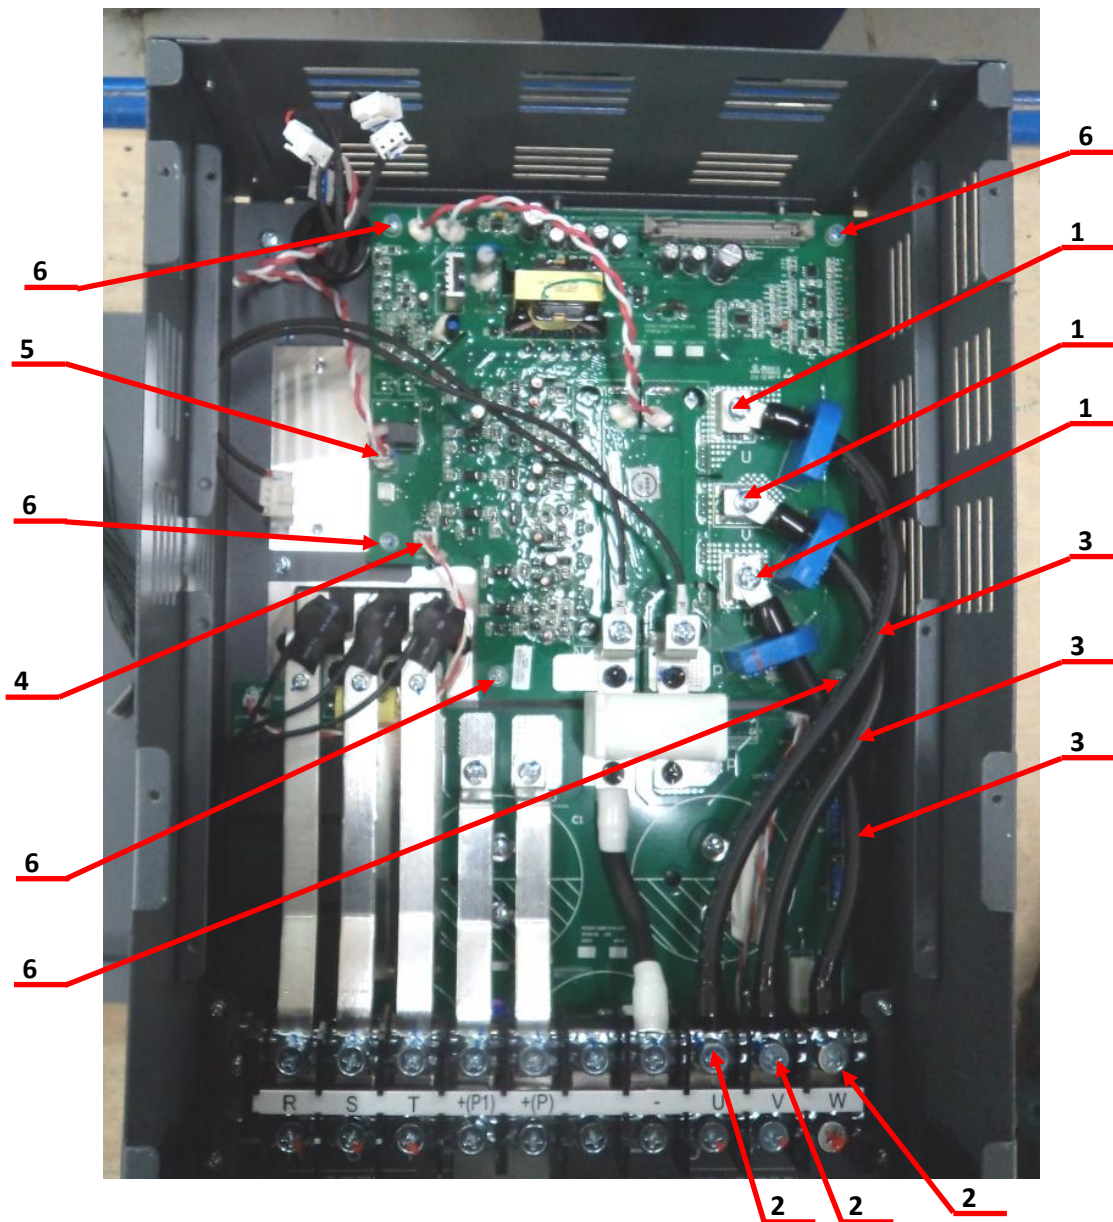

Рис.6.13.
6.7.2. Открутить (рисунок 6.13):
- 6.7.4. Извлечь три силовых выходных кабеля поз.3 (рисунок 6.13) и положить их в тару 3.1.16.
- 6.7.5. Отсоединить от платы драйверов разъёмы кабелей поз.4 и поз.5 (рисунок 6.13).
- 6.7.6. Открутить 5 винтов поз.6 крепления платы драйверов (рисунок 6.13) и положить их в тару 3.1.17.